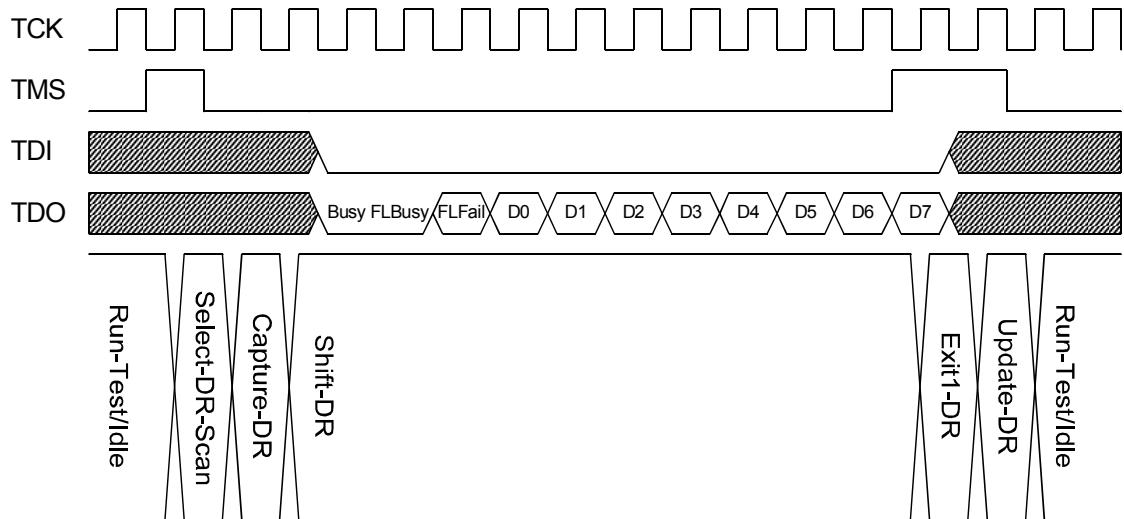

图 15 读 FLASHDAT 的 DR 扫描时序图
7. 读 FLASHDAT。这是一个 10 位的间接读 (8 个数据位，一个 FLFail 位和一个 FLBusy 位)。图 15 给出读 FLASHDAT 的 DR 扫描时序图。